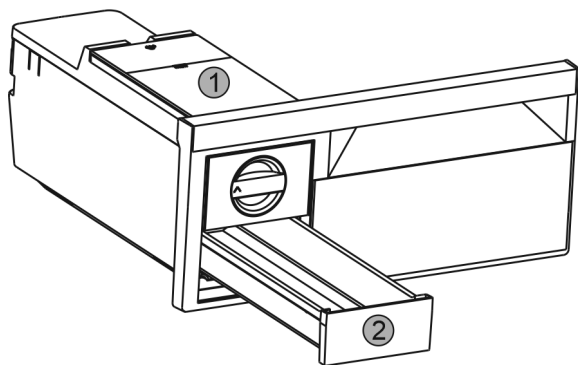

Fig. 36
- ▶ Vyměňte nádržku na vodu Fig. 36 (1) a zásuvku na kostky ledu Fig. 36 (2).